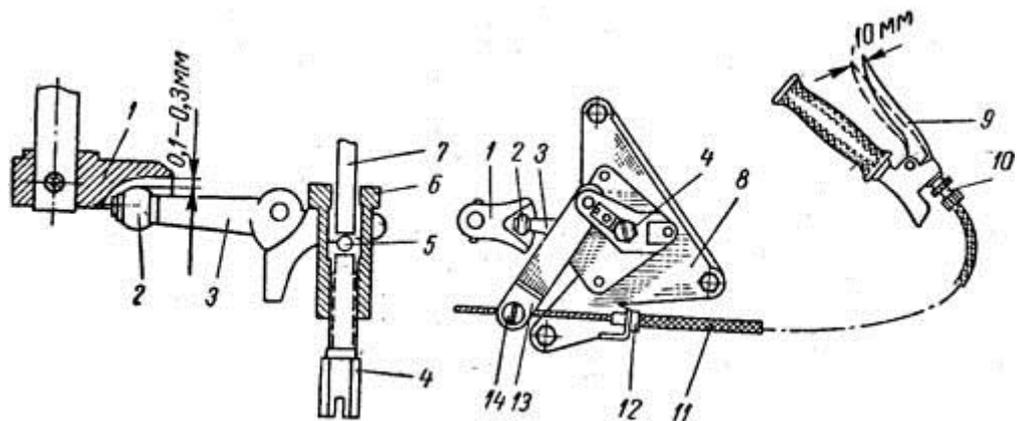

Рис. 39. Регулировка механизма выключения сцепления:
3. Очистить тряпочкой или кистью, смоченной в бензине, кулачок 1 (рис. 39) автоматического выключения сцепления и ролик 2 рычага 3.